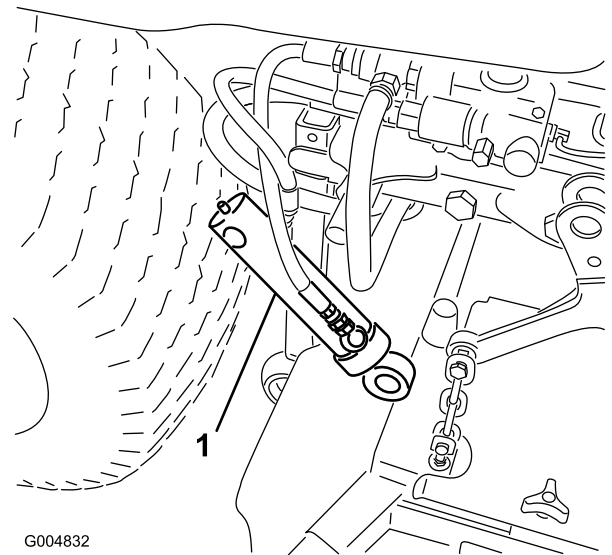
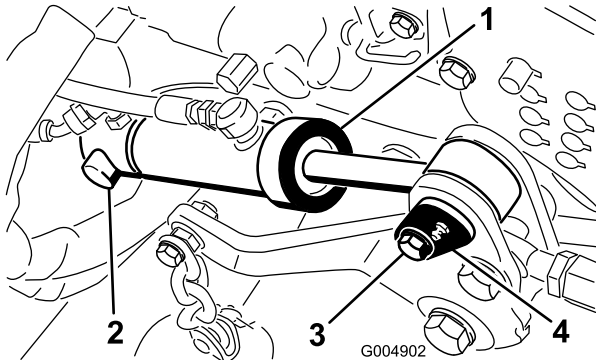

Figure 38
Figure 37
7. Déposez la bague de retenue qui fixe l'arrière du vérin de levage du tablier à l'axe de pivotement (Figure 37).
8. Retirez la vis qui fixe l'axe de pivotement de vérin avant au cadre de la tondeuse (Figure 37). Retirez le serre-câble qui fixe les flexibles de pression et du réservoir.
9. Retirez l'axe de pivotement avant et déposez le vérin de l'axe arrière Figure 37 Laissez pendre le vérin à l'écart des flexibles (Figure 38).